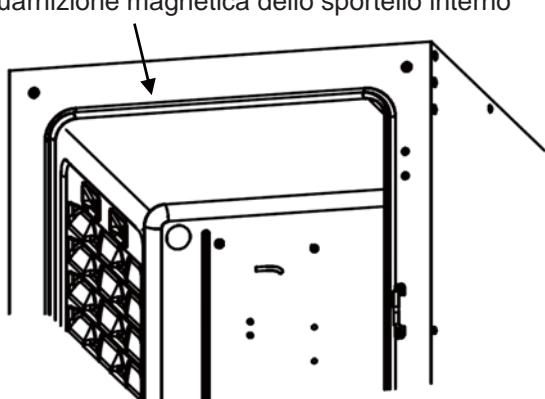

Fig. 1
2. Pulire gli accessori interni, le pareti interne della camera e le guarnizioni dello sportello interno usando una spugna o un panno inumiditi con un detersivo neutro, diluito al 5 % o meno (Fig. 1). (Un detergente non diluito può danneggiare i componenti in plastica. Per la diluizione fare riferimento alle istruzioni sul detersivo).